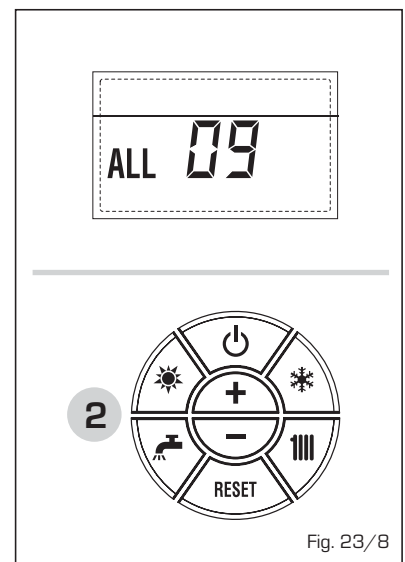

Fig. 23/8
- **ANOMALIA SONDA AUXILIAR "ALL 10"** (fig. 23/9)